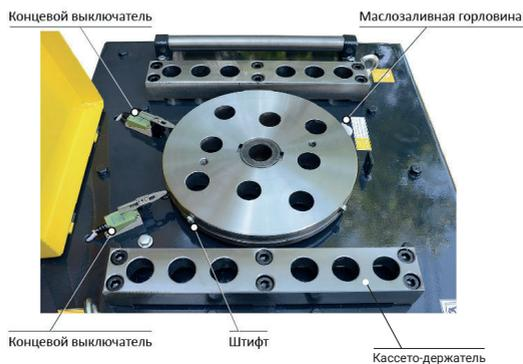

Рис. 3Б Вид с поднятой крышкой GW 42B
- Установите упор в упорную рейку. Упор необходимо зафиксировать при помощи пальца упорного и регулировочного болта (см рис. 3). Упор рекомендуется использовать при малых диаметрах. Для больших диаметров рекомендуется использовать пальцы, во избежание повышенного трения.